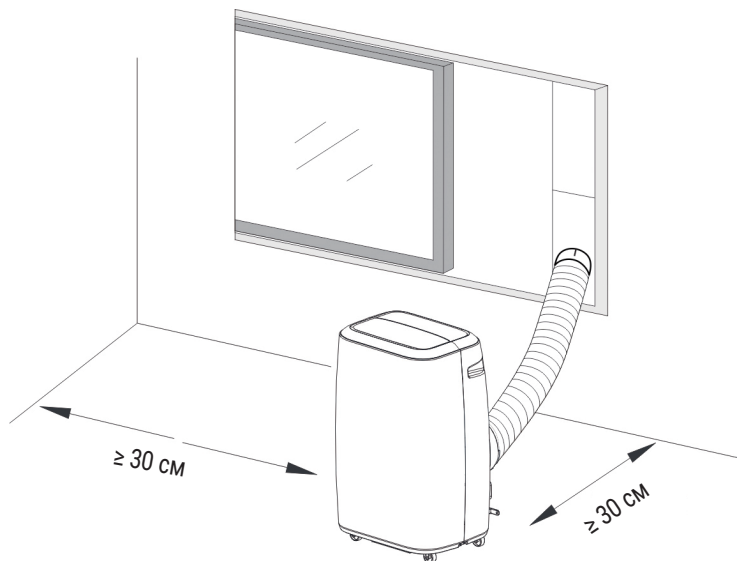

Рис. 8
- Не встановлений кондиціонер слід установити на плоску та порожню поверхню. Повітровипускний отвір забороняється блокувати, а необхідна відстань повинна становити не менше ніж 30 см. (Див. рис. 8)